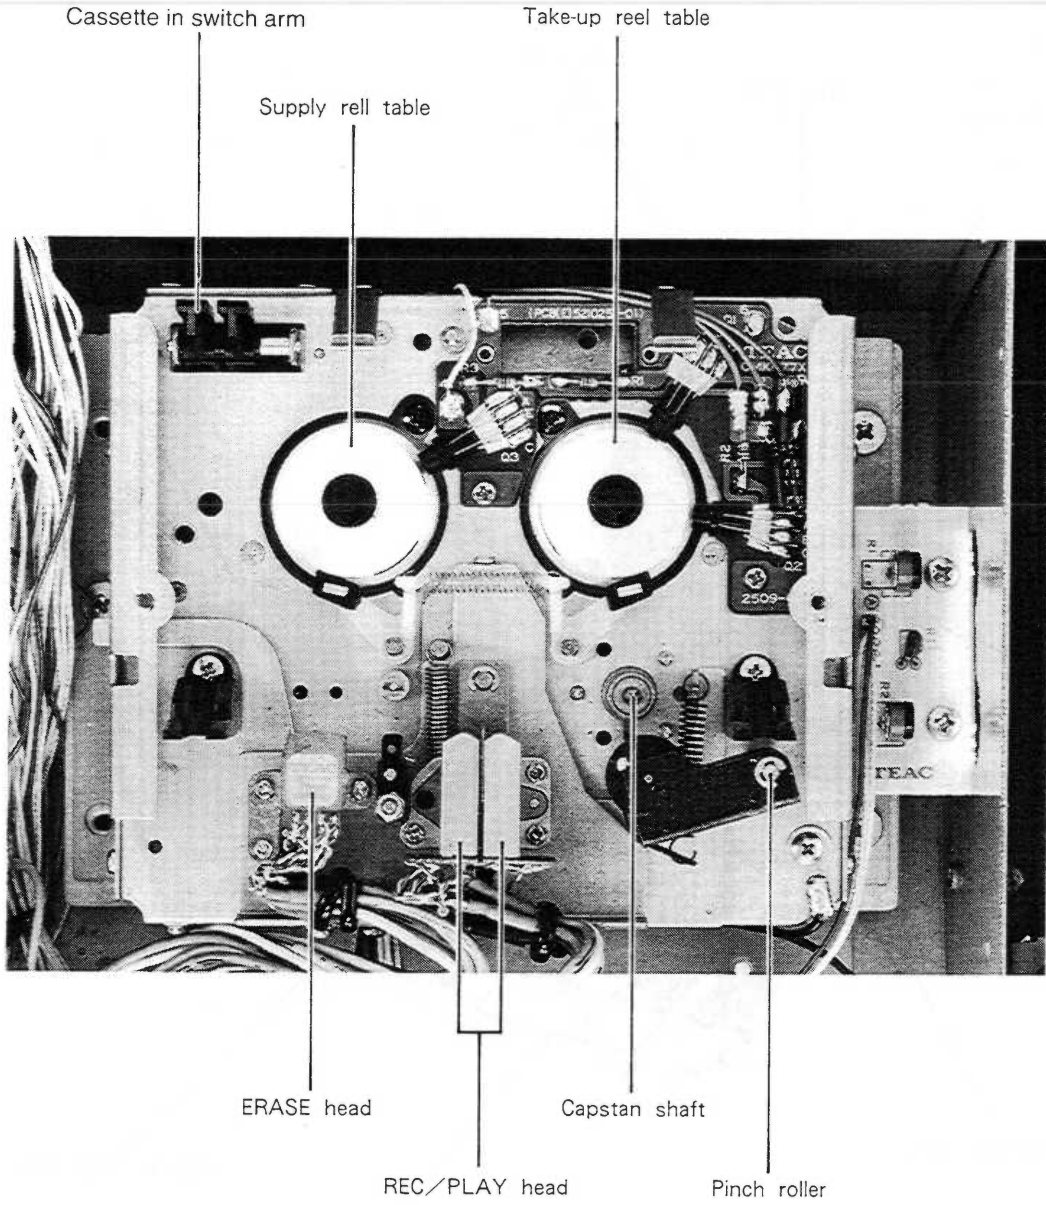

Fig. 3-2
2. Push up the cassette switch (transport protection lever) shown in Fig. 3-2, then while holding the cassette switch up, press the PLAY button to engage the pinch roller and capstan shaft.
1. カセット・イン・スイッチ・アーム (図3-2)を上方に押し、プレイ・モードにする。測定中、スイッチ・アームは上方に押し続けること。